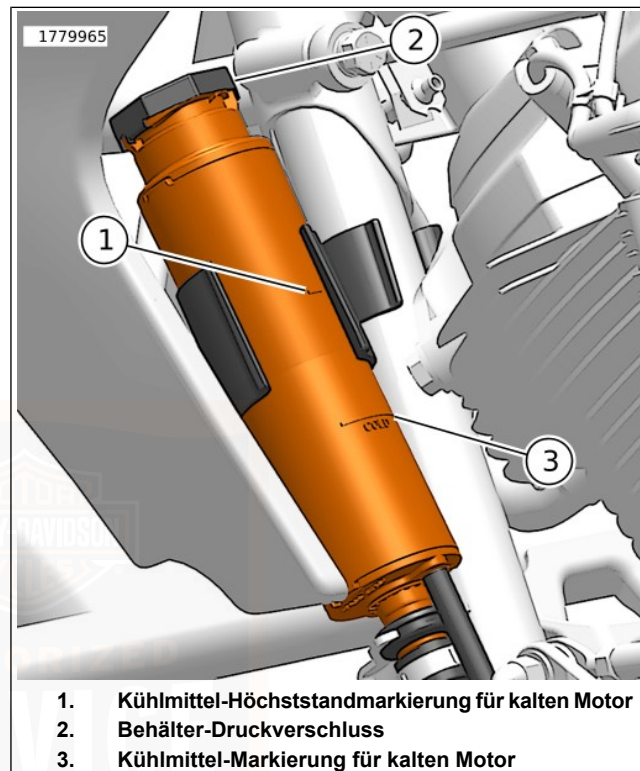

Abbildung 100. Kühlmittelstand
1. Siehe Abbildung 100. Prüfen, ob der Kühlmittelstand im Behälter zwischen der Kühlmittel-Höchststandmarkierung (1) und der Kühlmittel-Markierung für kalten Motor (3) liegt.
3. Siehe Abbildung 100. Den Druckverschluss (2) des Behälters entfernen.